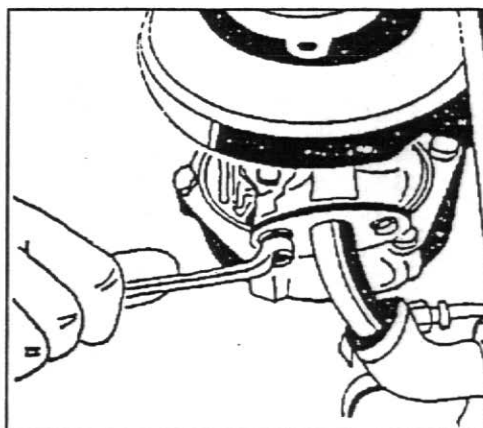

Fig. 5
11. Solte o tubo de retorno do óleo que lubrifica o mancal central do turboalimentador junto à parte inferior, fig.5.